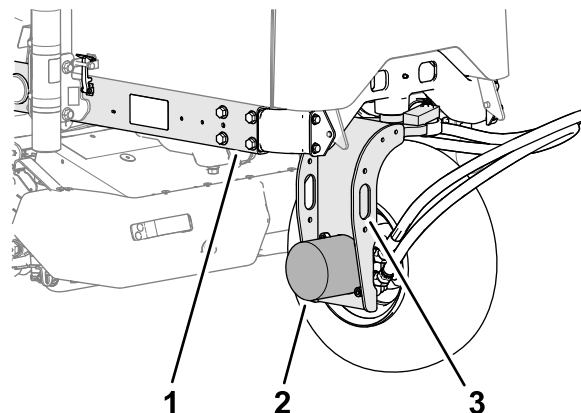

図 55
2. 後輪用フォークにあるロープ掛けポイントにホイスを取り付ける 図 55。